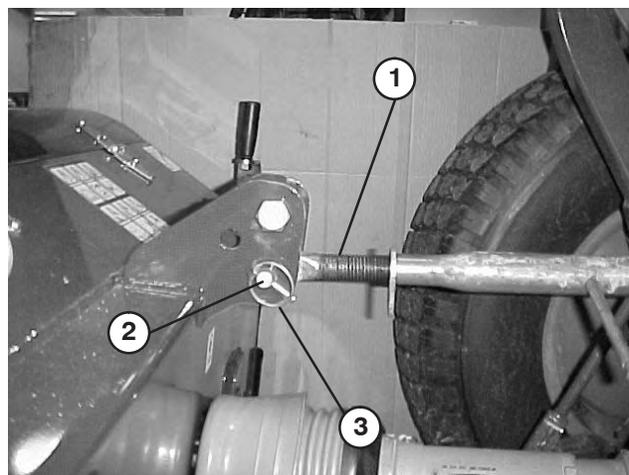

Figure 4
1. Connectez le bras de liaison supérieur au trou inférieur du support et fixez-le avec un axe d'articulation et une goupille à anneau (Fig. 4).